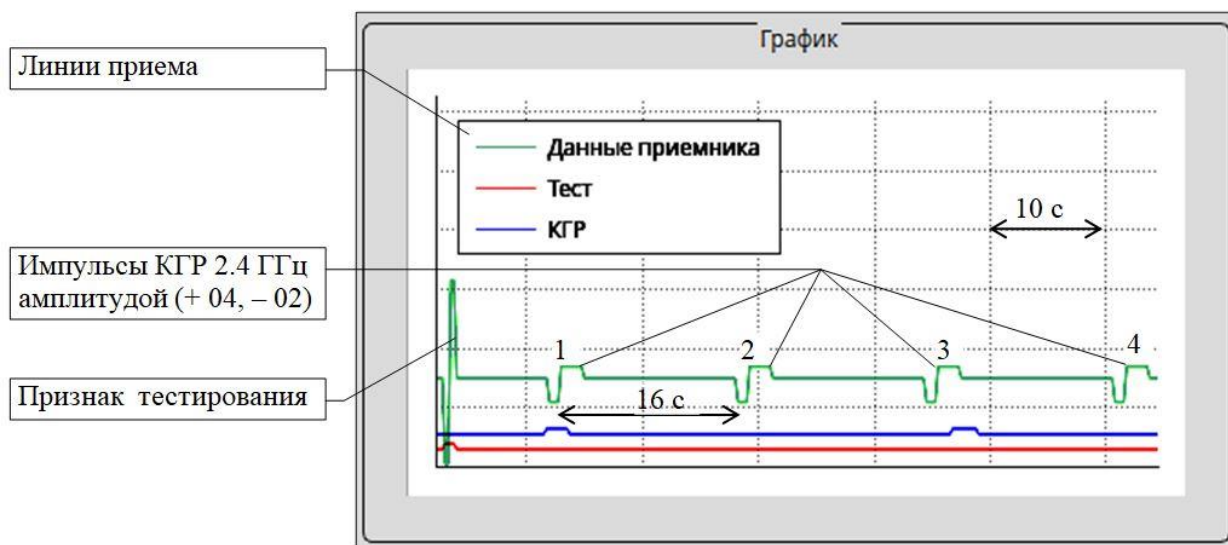

Рисунок 3.2.3.11 - Панель График окна проверки прибора ТЛ-ТСКБМ 2,4 ГГц в режиме «В»
13) Выключите прибор ТЛ-ТСКБМ. Закройте окно путем нажатия кнопки «Выход» на панели «Действие» проверки (рисунок 3.2.3.8). При необходимости выключите аппаратуру схемы испытаний.